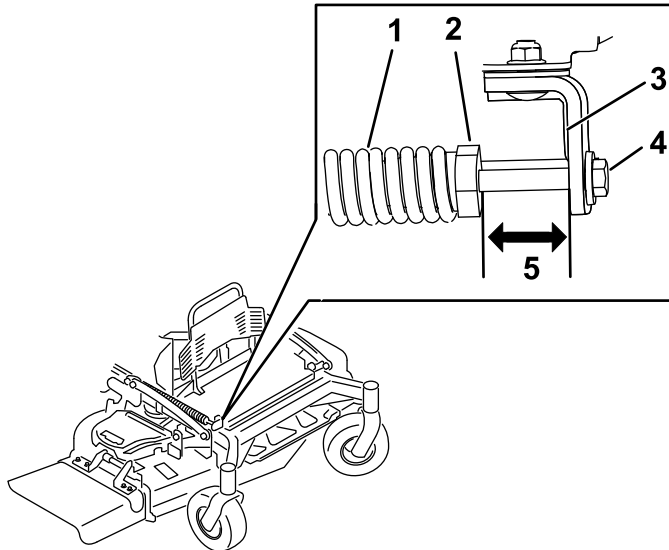

Figura 84
2. Compruebe la distancia entre la tuerca del muelle y el lado trasero del soporte de montaje soldado (Figura 84).
3. Asegúrese de que la longitud es de 64 - 89 mm (2.5" - 3.5"), como se muestra en la Figura 84.
4. Si es necesario, ajuste la distancia ajustando el perno situado en la parte delantera del soporte de montaje (Figura 84).